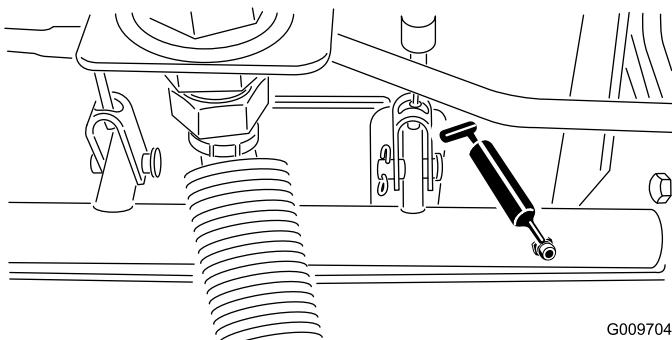

Figura 81
- Rolamentos articulados do eixo do travão (5) (Figura 81)